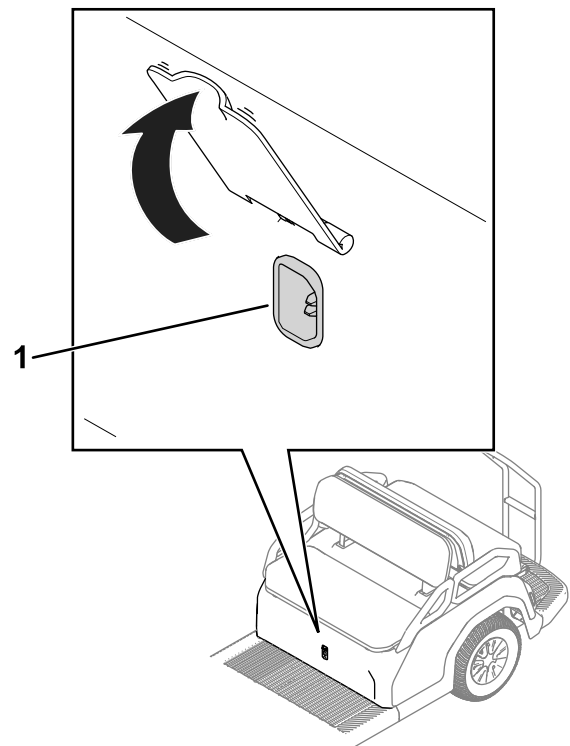

Bild 21
1. Stecken Sie das Stromversorgungskabel in die Ladebuchse des Fahrzeugs ein (Bild 21).